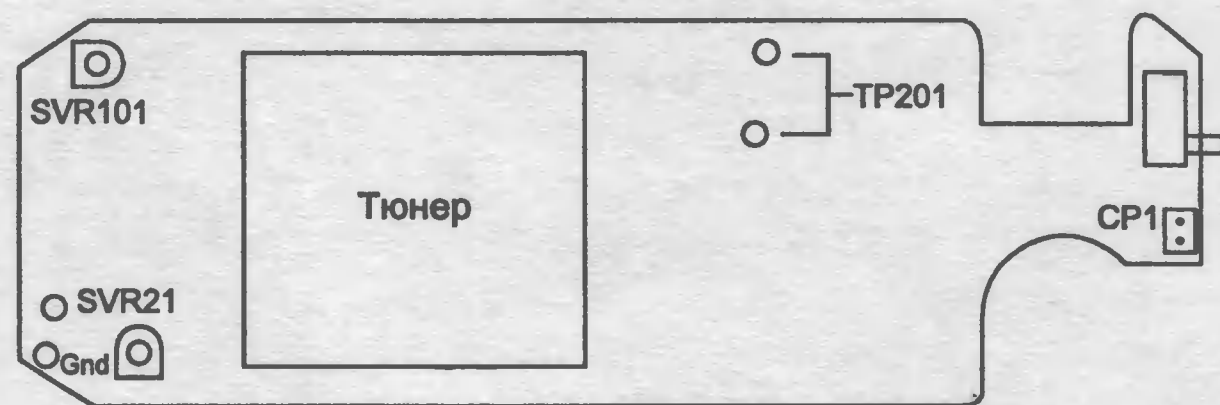

Рис. 5. Расположение контактов TP201 на плате трубки
- перевести трубку в тестовый режим, временно замкнув пинцетом контакты TP201 на плате трубки (рис. 5). Переключатель POWER SW201 должен находиться в положении ON, аккумулятор подключен;